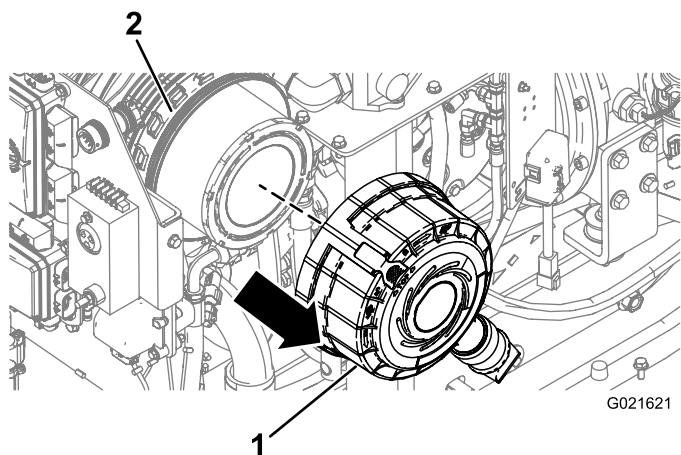

Рисунок 118
7. Оттяните крышку воздухоочистителя от корпуса фильтра и снимите крышку (Рисунок 118).
3. Установите крышку фильтра воздухоочистителя в требуемое положение относительно корпуса фильтра (Рисунок 118).